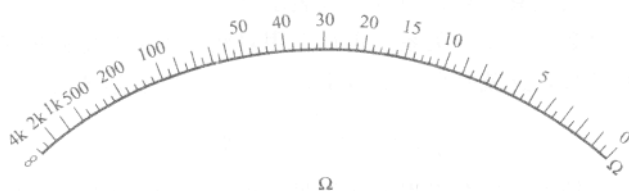

图 1-11 欧姆表的标尺
① 当电源电压 E 保持不变时，对应于 R_x 就会有相应的电流通过电表，表头指针偏转，表头中的电流就与被测电阻相对应。如果电表的标度只按电阻值刻度，就可以用来测量电阻。
② 被测电阻 R_x 越大，电路中的电流越小，表针指示越小。当 $R_x = \infty$ 时， $I = 0$ ，表针指在机械零位，即 ∞ 刻度点。可见被测电阻在 0 与 ∞ 间变化时，表针则在满刻度和零位间反向变化，所以万用表电阻挡的欧姆标度尺为反向刻度。由于工作电流 I 和被测电阻 R_x 之间不成正比关系，所以测量电阻的标尺刻度是不均匀的。欧姆表的标尺刻度如图 1-11 所示。